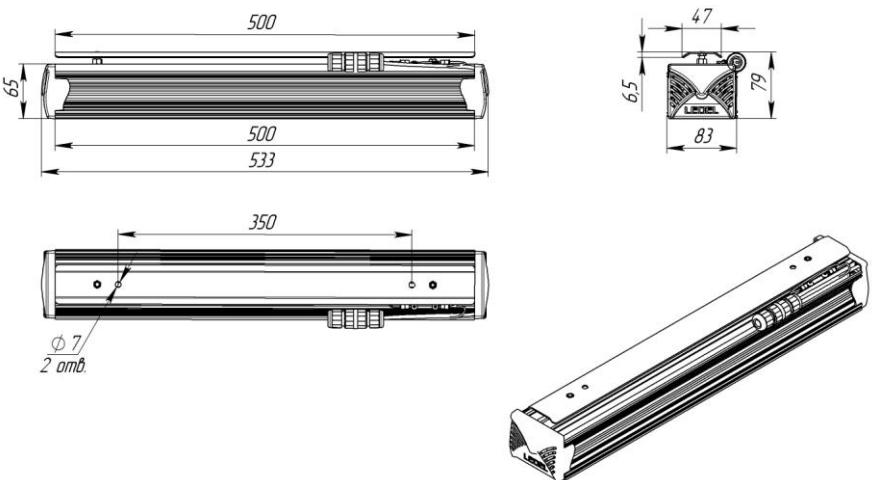

Рисунок 3 Светильник «СС-28». Задвижной вариант
1.11 Возможно применение системы управления освещением по протоколу ZigBee кроме светильников с задвижным вариантом крепления (Рис.3).